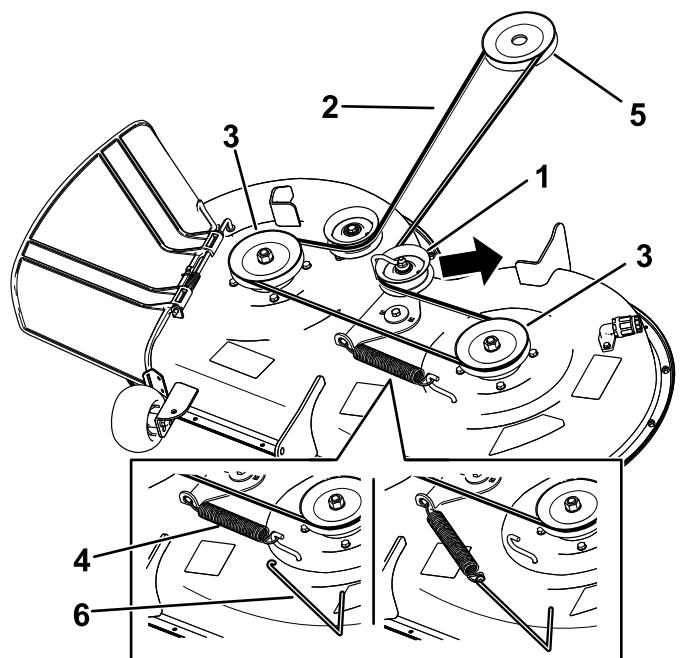

Figure 50
6. À l'aide d'un outil de dépose de ressort (réf. Toro 92-5771), décrochez le ressort du crochet sur le tablier pour détendre la poulie de tension et déchaussez la courroie des poulies (Figure 50).
7. Acheminez la courroie neuve autour de la poulie du moteur et des poulies du tablier de coupe (Figure 50).
8. À l'aide d'un outil de dépose de ressort (réf. Toro 92-5771), accrochez le ressort au crochet situé sur le tablier, afin d'exercer une tension sur la poulie de tension et la courroie du tablier de coupe (Figure 50).